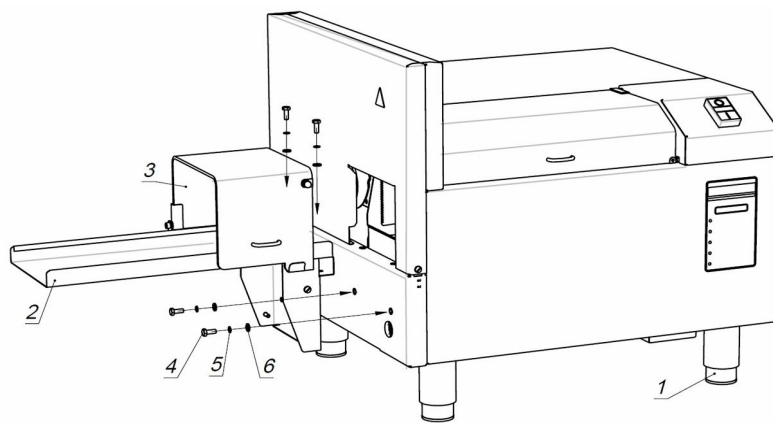
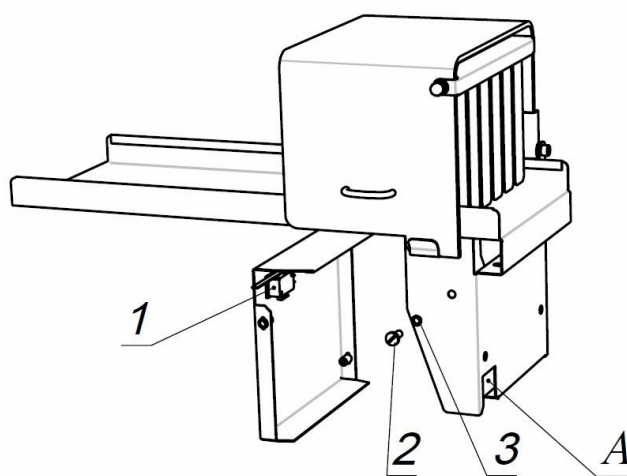
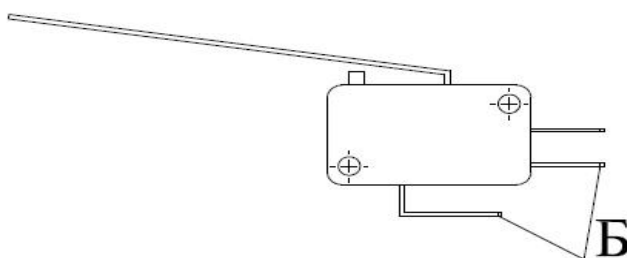

Рис.1
Рис. 2
Рис. 3
- Вкрутить съёмные части ножек (поз. 1) (рис. 1).
- Протянуть провод питания микровыключателя через паз А (рис. 2) в платформе (поз. 2) (рис. 1) и монтировать наконечники проводов на соответствующие клеммы Б (рис. 3).
- Платформу для сбора хлеба (поз. 2) (рис. 1) крепить к корпусу хлеборезки при помощи крепежа М6 (болт М6х14, шайба 6, гровер 6) (поз. 4, 5, 6) - 4 шт.
- Крышку с микровыключателем (поз. 1) (рис. 2) привернуть к платформе (поз. 2) (рис. 1) при помощи крепежа М5 (винт М6х14, гровер 6) (поз. 2, 3) - 2 шт.
5.2.4. Нарезанный хлеб собирается на платформе. Чтобы взять его необходимо открыть предохранительную крышку (поз.3) (рис.1).